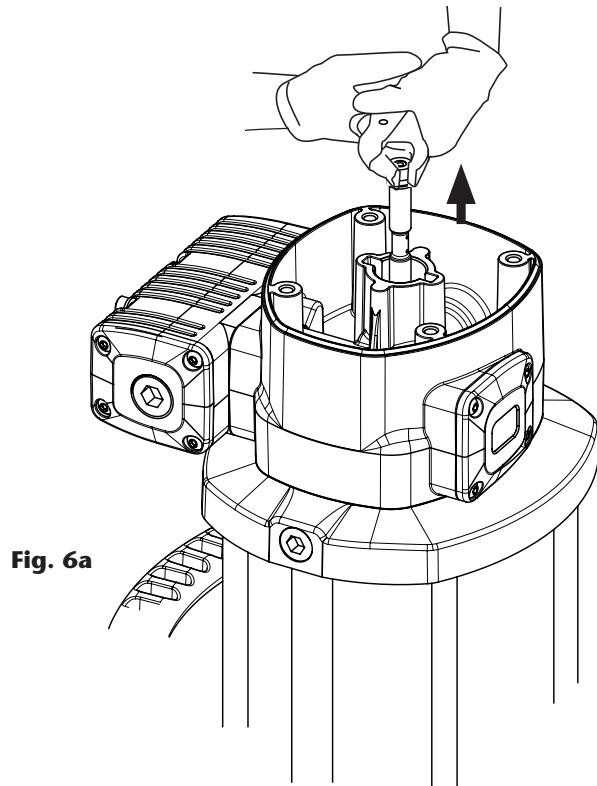
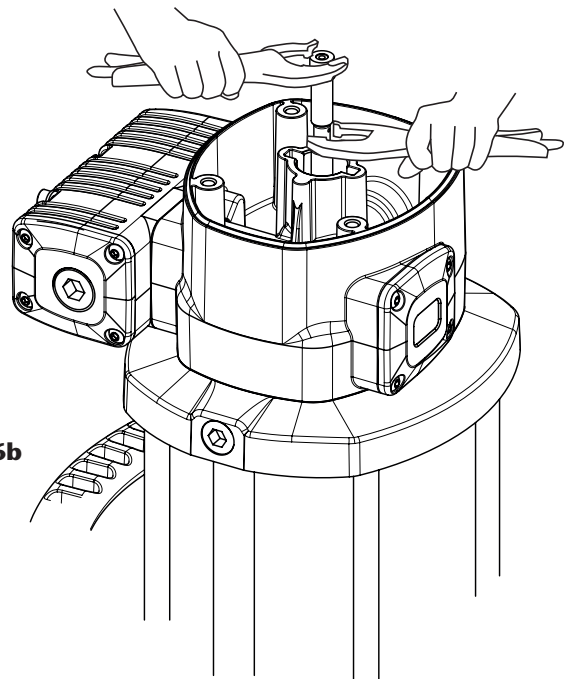

Fig. 6a
Fig. 6b
1. Unscrew the bolts (2) and remove the cap (3).
2. Unscrew the sensor sleeve (4).
3. With a manual clamp on the nut (5), pull the rod (39) outwards until its central recess appears (fig. 6a). Then, with another manual clamp, grab the rod (39) on said recess to prevent sealing surface to be damaged, and unscrew the nut (5) (fig. 6b).
4. Remove o-ring (6) and ring (7), and replace them with new ones later.
5. Unscrew the bolts (55). Pull the motor body (13) outwards to free it along with bridle (36).
6. Take away the gasket (9) and replace its seals (8) and (10).
7. Unscrew the bolts (37) and split the motor (13) from the bridle (36). Take away the washer (32) and replace the seal (8).
8. Take away the cylinder (50) while carefully holding the air piston (46). Replace the piston seal (45).
9. Reassemble in reverse order, applying thread locker in screws (37), nut (5) and sensor sleeve (4).
1. Desenrosque los cuatro tornillos (2) y quite la tapa (3).
2. Desenrosque el tapón inversor (4).
3. Con ayuda de una mordaza manual sobre el casquillo (5), tire hacia fuera del vástago (39) hasta que aparezca su rebaje central (fig. 6a). Después, con otra mordaza manual agarre el vástago (39) en dicha zona rebajada central para no dañar la superficie destinada al sellado y desenrosque el casquillo (5) (fig. 6b).
4. Deseche la tórica (6) y el aro (7), y use otros nuevos posteriormente al volver a montar.
5. Desenrosque los cuatro tornillos (55). Tire hacia arriba del cabezal motor (13) hasta liberarlo junto con la brida (36).
6. Quite el casquillo inversor (9). Sustituya las juntas (8) y (10) de este casquillo.
7. Desenrosque los cinco tornillos (37) y separe el cuerpo motor (13) de la brida (36). Extraiga la arandela (32) y sustituya la junta (8).
8. Retire el cilindro (50) sujetando con cuidado el émbolo (46). Sustituya la junta (45) de dicho émbolo.
9. Vuelva a montar el conjunto en sentido inverso, aplicando fijador de rosca en los tornillos (37), casquillo (5) y tapón inversor (4).